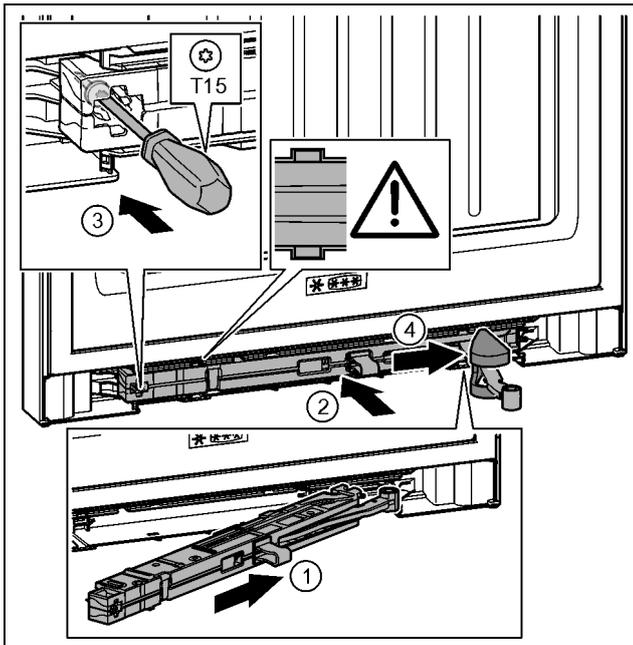

Fig. 39
- ▶ Inclinando nell'incavo spingere l'unità dell'ammortizzatore di chiusura sul lato del blocco di supporto fino alla battuta. Fig. 39 (1)
- ▶ Spingere l'unità dell'ammortizzatore di chiusura completamente nell'incavo. Fig. 39 (2)
- ▶ Stringere la vite con un cacciavite T15. Fig. 39 (3)
- ▶ Spingere la copertura sullo snodo. Fig. 39 (4)